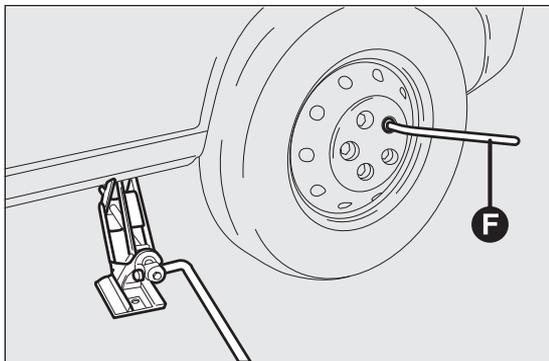

Abb. 175
- mit dem Schlüssel F Abb. 175 die Radbolzen völlig herausdrehen und das Rad abziehen;